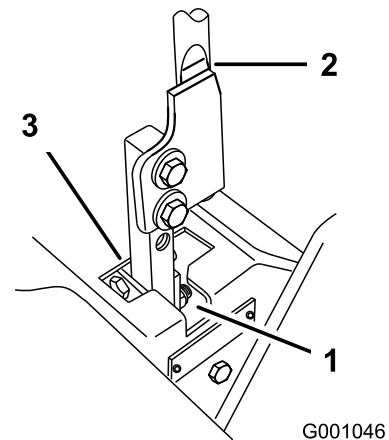

Figure 70
5. Placez le levier au point mort, sans le verrouiller (Figure 70).
6. Tirez le levier en arrière jusqu'à ce que l'axe de chape (situé sur le bras au-dessous de l'axe de pivot) touche l'extrémité de la fente (c.-à-d. commence juste à appuyer sur le ressort) (Figure 70).
7. Vérifiez la position du levier par rapport au cran de la console (Figure 70). Il doit être centré de façon à pouvoir pivoter vers l'extérieur jusqu'à la position de verrouillage du point mort.